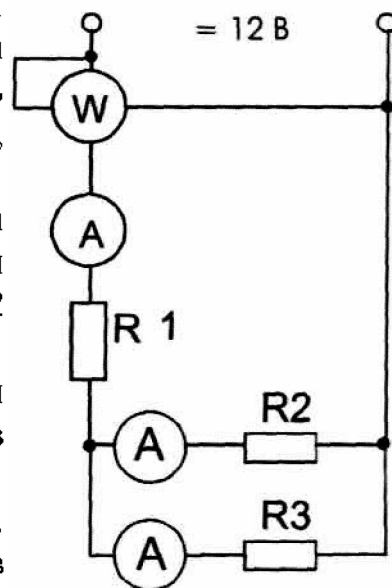

Рис. 1.2.2
3.3. Собрать линейную цепь со смешанным соединением резисторов (рис. 1.2.2). Установить заданные значения резисторов R1, R2 и R3. Включить питание и измерить напряжения и токи на всех участках цепи, мощность, потребляемую цепью. Результаты занести в табл. 1.2.1.